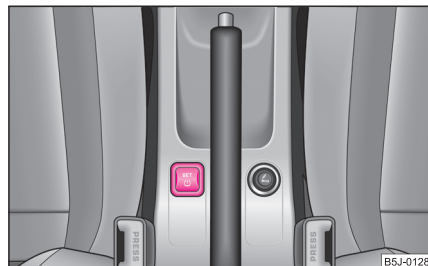

Fig. 160 Tastă pentru reglarea presiunii din pneuri
- Apăsați tasta **SET** (↵) ⇒ **pagina 156, fig. 160** mai mult de 2 secunde. În timp ce apăsați tasta, se aprinde lampa de control (↵). Simultan, se memorează valorile de bază, fapt confirmat de un semnal acustic și de stingerea lămpii de control (↵).